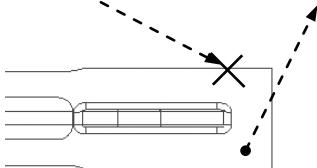

图 10.4.29 边界中心点
(1) 此时系统提示 ，在投影视图的边线上选择一点（图 10.4.29）。注意：如果不在此模型的边线上选择点，系统则不认可），此时在拾取的点附近出现一个十字线。